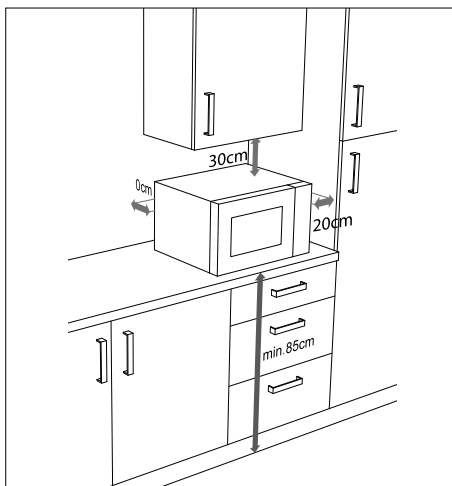

Fig. 3 – Distancias del aparato
- ▶ Se deben observar las distancias indicadas en «**Fig. 3 – Distancias del aparato**» para asegurar una buena ventilación. El distanciador de la pared posterior del aparato debe tocar la pared. Este garantiza que se mantiene la distancia correcta al colocar el microondas.